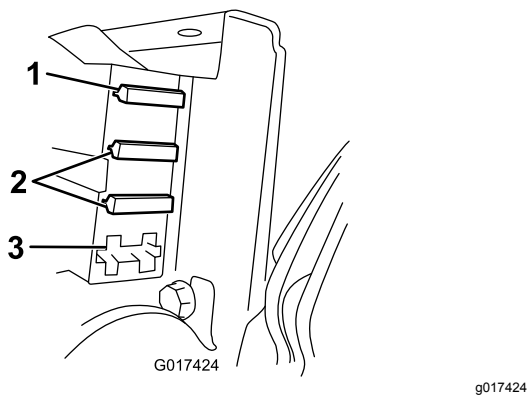

Figure 42
3. Vérifiez les fusibles dans le porte-fusibles (Figure 42).
- Si l'un des fusibles a grillé, remplacez-le par un fusible de tension et d'intensité adéquates (Figure 42).